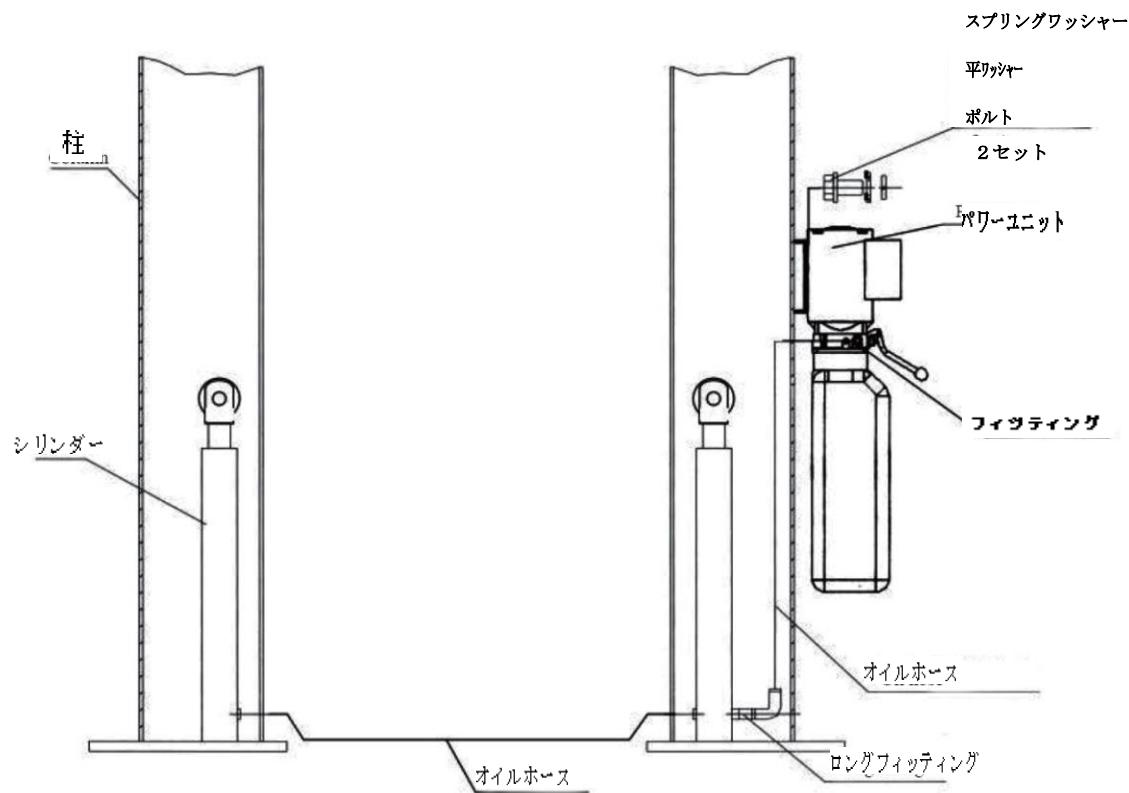
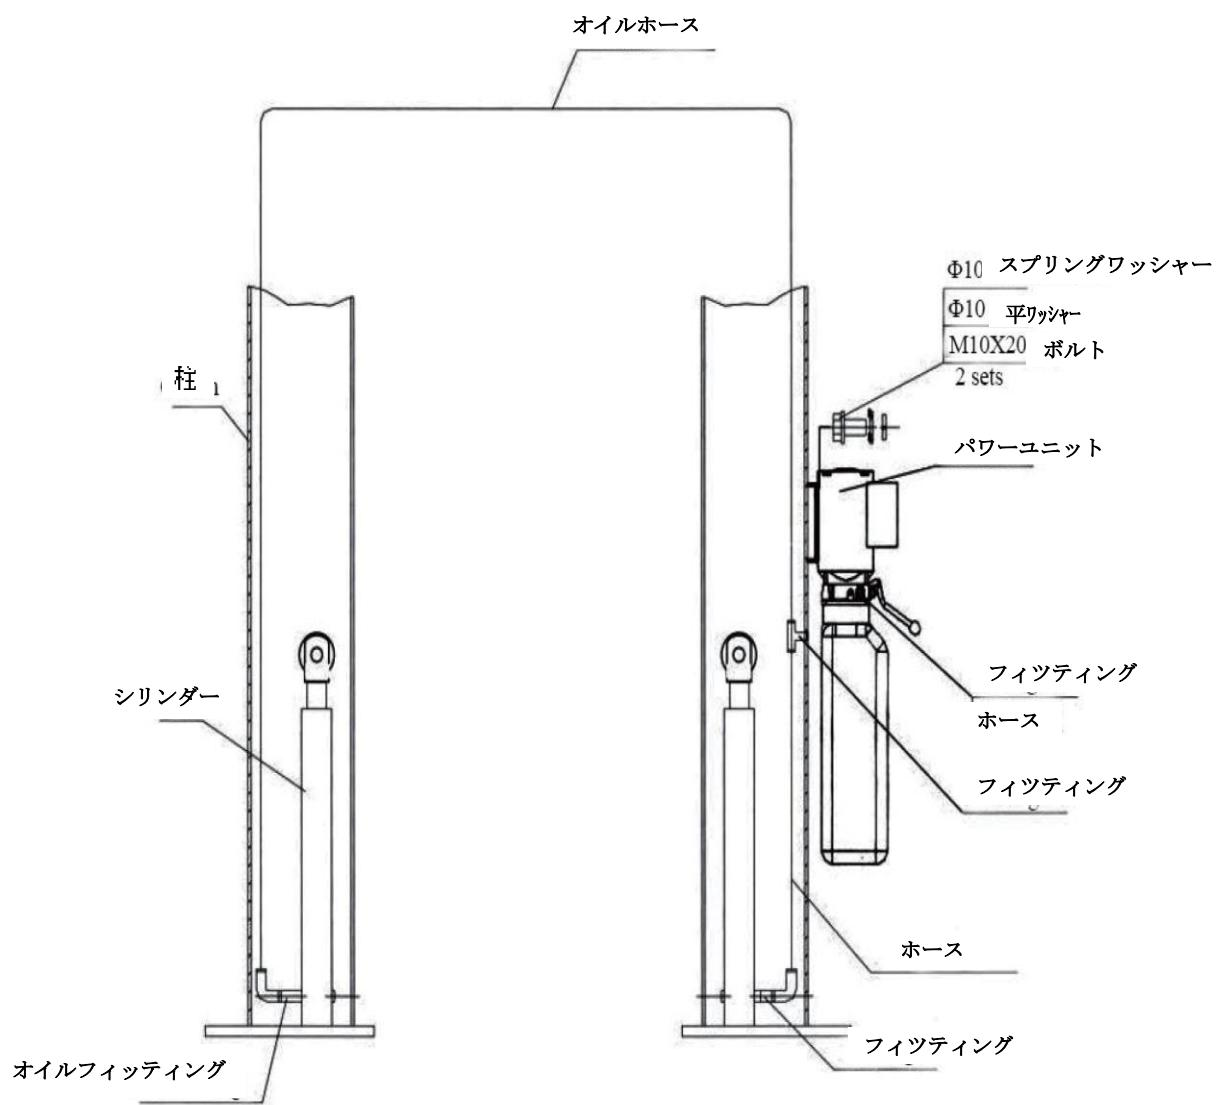

図12a
図12b
- ・2つのM10ボルトを使用してパワーユニットを固定します(図12a、12bを参照)。門型2柱リフトの場合は、図12bに示すように油圧ラインを取り付け、2柱リフトの場合は、図12aに示すように油圧ラインを取り付け、すべてのフィッティングを締めてオイル漏れを防ぎます。